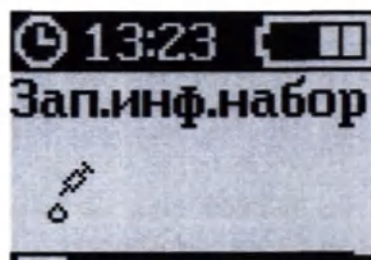

Рисунок 68 – Экран «ЗАП.ИНФ.НАБОР»
8. Заполнить катетер инфузионного набора в соответствии с инструкциями в п.2.2.6 (рисунок 68).